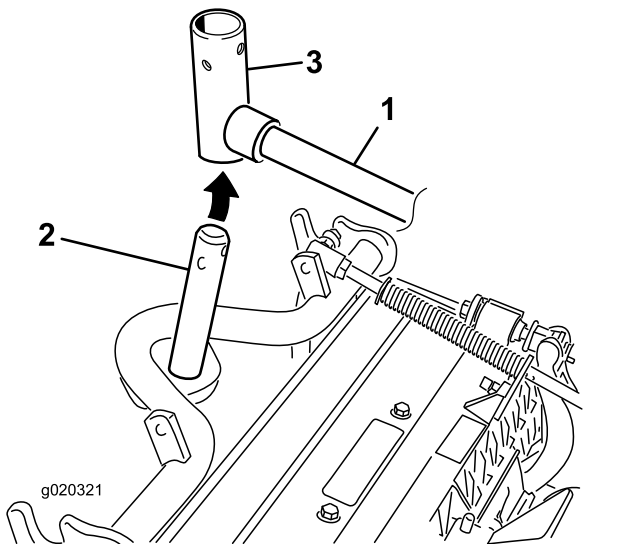

Figura 7
9. Nas unidades de corte dianteiras, faça deslizar uma unidade de corte sob o braço de elevação enquanto insere o veio da estrutura de suporte para cima para dentro da forquilha da articulação do braço de elevação (Figura 7).
- B. Insira a forquilha do braço de elevação no veio da estrutura de suporte (Figura 7).